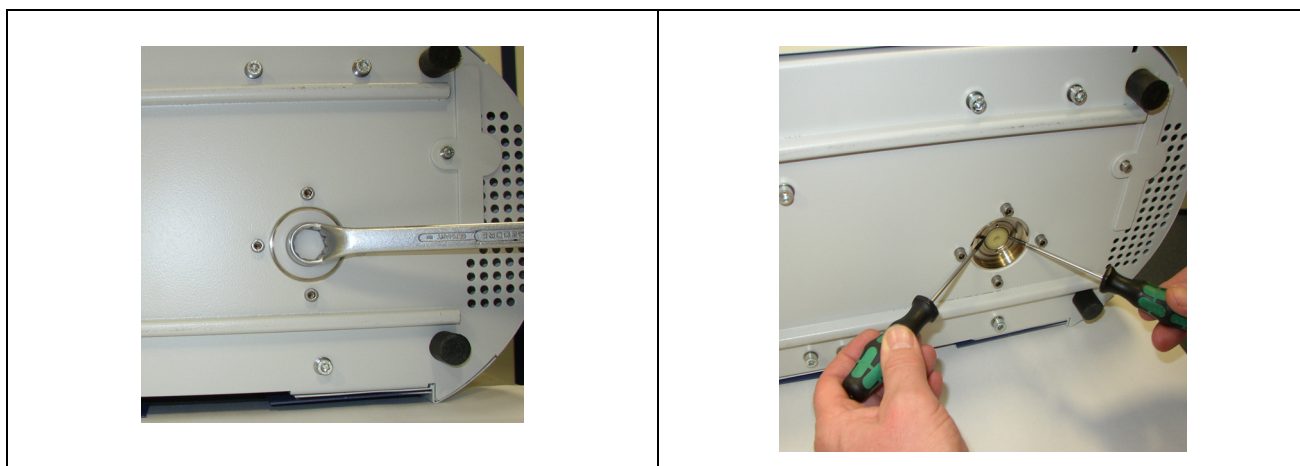

Abb. 8-4 Lösen der Bodenklappe
- 3 Öffnen Sie die Bodenklappe mit einem 19 mm Ringschlüssel und entnehmen sie den Betriebsmittelspeicher mit Hilfe zweier kleinen Schraubendreher (Siehe Abb. 8-4).